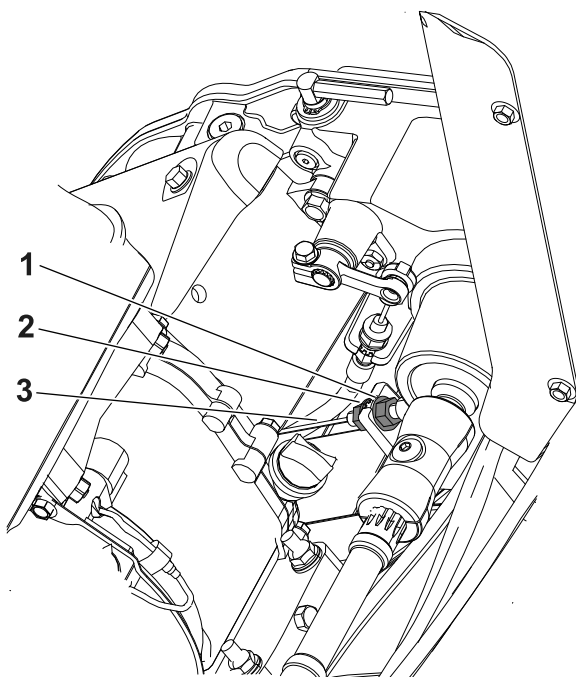

Bild 34
2. Lösen Sie die hintere Klemmmutter und ziehen Sie die vordere Klemmmutter an (**Bild 34**).